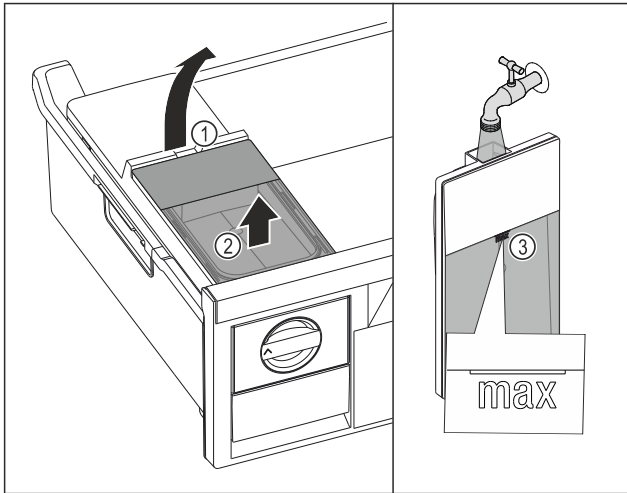

Fig. 67
- ▶ Підняти бак для води за заглиблення Fig. 67 (1).
- ▶ Вийняти бак для води рухом вгору. Fig. 67 (2)
- ▶ Наповнити бак для води питною водою до позначки Fig. 67 (3).